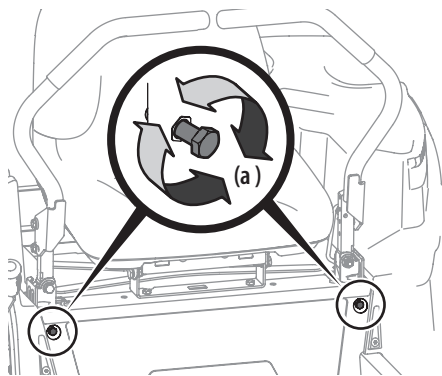

Figure 39
- Localisez les boulons de réglage de la butée du levier de commande de transmission des barres de conduite (a) situés à l'avant du châssis du siège. Consultez la Figure 39.